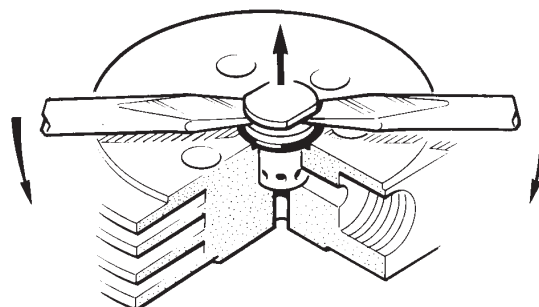

Рис. 30 Напорный клапан 3-й ступени, демонтаж
- Отверните обе самоконтрящихся гайки (1) с пружинными шайбами (2).
- Удалите прижимную плиту (3).
- Извлеките клапаны (4) и (7) с помощью двух отвёрток - см. рис. 30
- Сборка выполняется в обратной последовательности. Установите пружинные шайбы выпуклой стороной вверх. Равномерно затяните гайки. Следите за тем, чтобы прижимная плита (3) располагалась параллельно головке цилиндра! Затяните гайки моментом 10 Нм.
- Ослабьте на несколько оборотов напорное резьбовое соединение (1).
- Выверните винты с внутренним шестигранником (7), которыми закреплена головка клапана (5). Снимите крышку (6) головки клапана.
- Вставьте две отвёртки в паз в напорном клапане (3) и извлеките напорный клапан вместе с уплотнительным кольцом (2) (рис. 30). При необходимости клапан сначала разворачивается ключом (на 13 мм) для расфиксации.